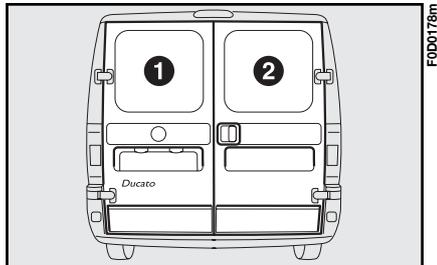

fig. 125
### Apertura manual desde el exterior de la primera hoja (2-fig. 125)
### Cierre manual desde el exterior de la primera hoja (2-fig. 125)
### Apertura manual desde el interior de la primera hoja (2-fig. 125)
### Apertura manual de la segunda hoja (1-fig. 125)
### Cierre manual desde el interior de la primera hoja (2-fig. 125)
### Cierre manual de la segunda hoja (1-fig. 125)
**ADVERTENCIA** Para utilizar correctamente las dos puertas traseras, asegúrese de que la hoja nº 1 (fig. 125) esté siempre bien enganchada antes de cerrar la hoja nº 2.